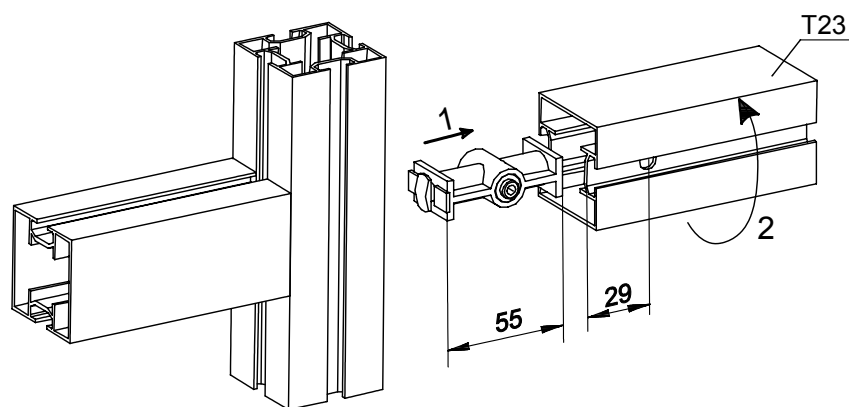

Рис. 3.1 Соединение профилей системы OPTIMA. Базовый вариант
3.1 Базовый вариант (рис. 3.1)